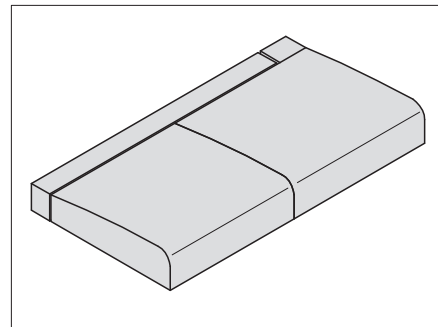
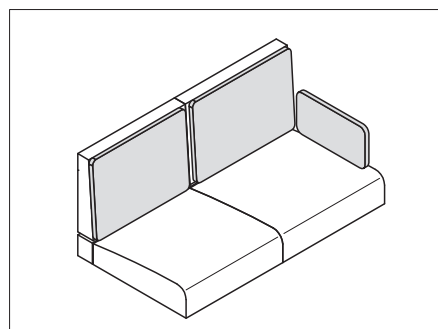

Fig. 204 Positionner les supports de siège
Fig. 206 Coussins pour supports de dossier
- Placer les coussins d'assise, de dossier et supplémentaire comme montré dans Fig. 204 à Fig. 206.